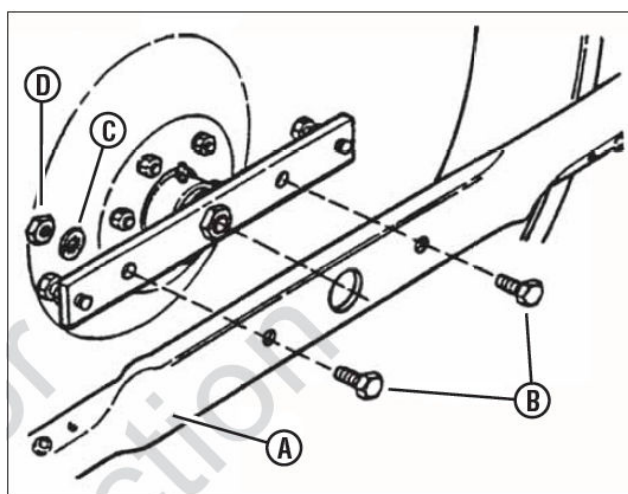

Рис. 43. Снятие ножа
4. Открутите болты (B, рис. 43), снимите шайбы (C) и гайки (D), фиксирующие нож (A) на валу деки.